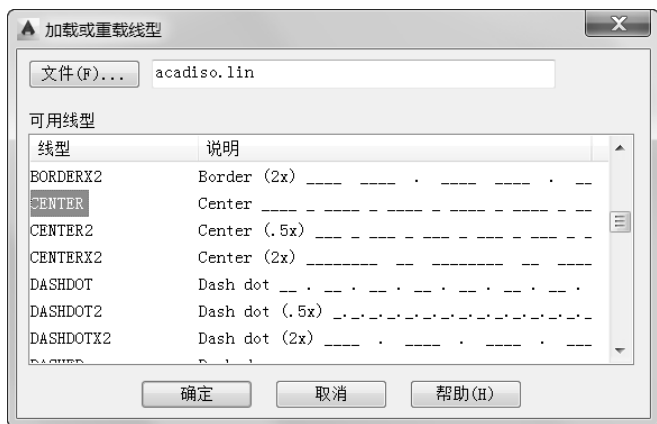

图 4-27 “加载或重载线型”对话框
2) “加载”按钮：单击此按钮，弹出图 4-27 所示的“加载或重载线型”对话框，从中可以将“acad.lin”或“acadlt.lin”文件中选定的线型加载到图形并将它们添加到线型列表。